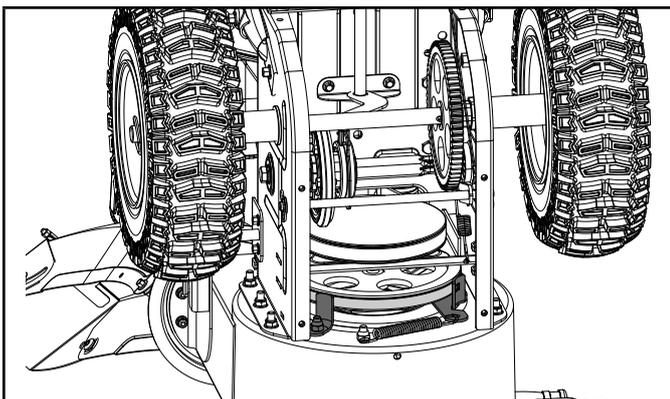

Figure 33
8. Assurez-vous que la courroie est en place sous le guide de courroie de la poulie de tension bras pivotant. (figure 33)